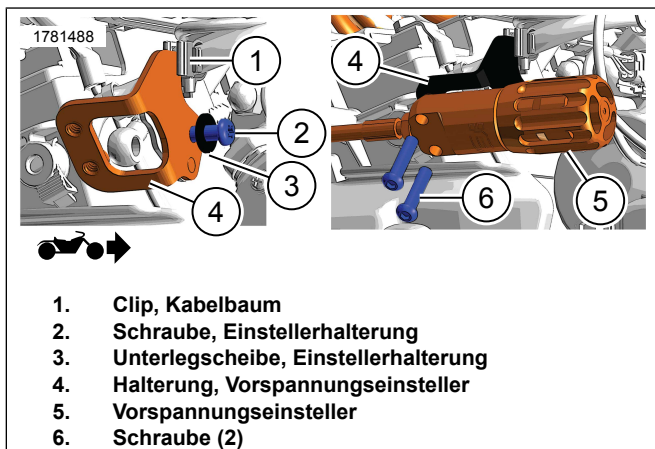

Abbildung 4. ABS-Modulhalterung und Vorspannungseinsteller
2. Abbildung 4 Die Seitenabdeckung (2), die Behälterschelle (1), die Schrauben (4) und die Distanzstücke (3) einbauen.
3. Die Schrauben (4) anziehen.